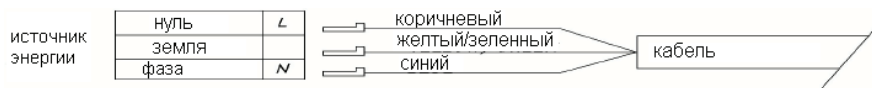

Рис. 5
- Чтобы подсоединить духовку к электросети, ослабьте и откройте крышку клеммной колодки, подсоедините кабель, а затем закройте крышку (Рис. 5).